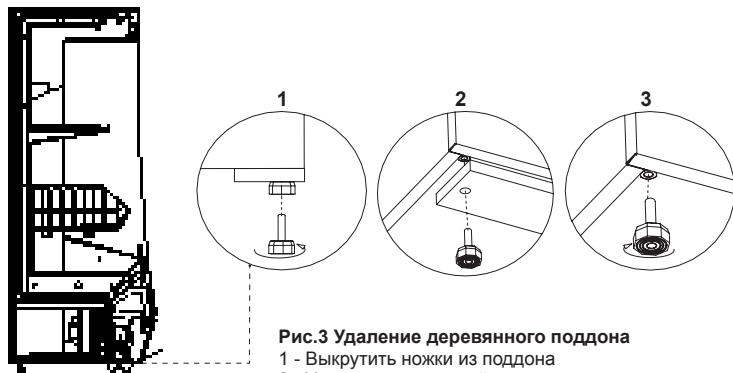

Рис.3 Удаление деревянного поддона
- Распаковать оборудование и удалить деревянный поддон, находящийся на подставке Рис.3 (стр.41)